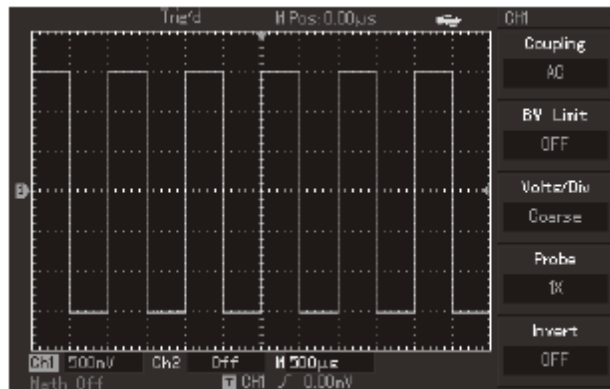

Fig. 1-7
③ Conectati celalalt capat al sondei de masurare (firul central si cel de masa) la semnalul de test si apasati butonul AUTO. Așa cum se arata in figura de mai jos (fig. 1-7), pe ecran va apare un semnal dreptunghiular cu frecventa de 1 kHz si amplitudinea de 3V varf-la-varf. Apasati butonul OFF pentru a deconecta semnalul de la canalul 1 si repetati procedura pentru a vizualiza semnalul de test la canalul 2, repetand pasii 2 si 3.